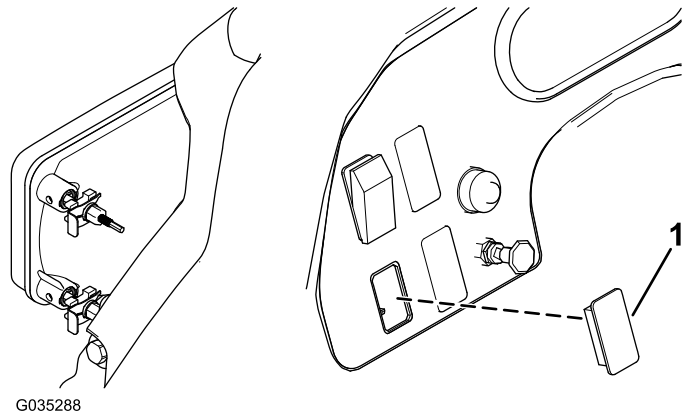

Bild 7
- Entfernen Sie die Kunststoffblende an der linken Seite des Armaturenbretts (Bild 7).